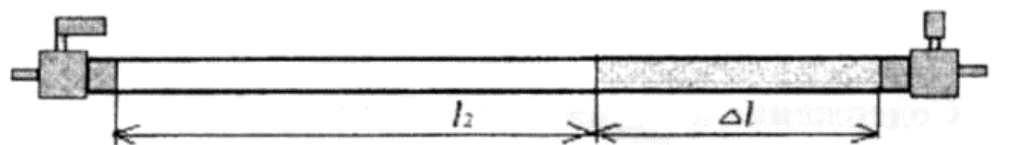

Рисунок 2
8. Закройте кран, слейте воду, извлеките шланг из стакана, встряхните его и измерьте длину столба воды в нем –  $\Delta l$  (рис. 2).